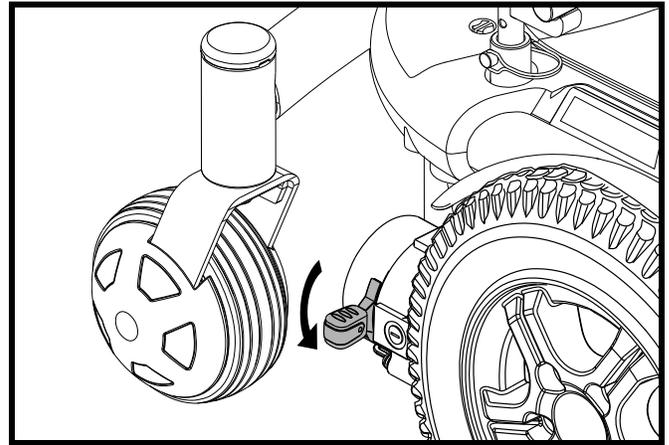

Figure 8A. Mode « roues libres » (débrayé)
3. Abaissez les deux leviers vers le bas pour désengager les moteurs et passer en mode « roues libres ». Voir la figure 8A et 9A.